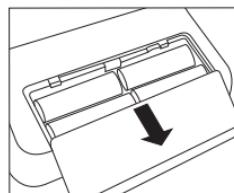

Рис. 1
- Откройте крышку отсека для батареек на нижней панели прибора (см. рис. 1). Установите батарейки (см. главу 13 Технические характеристики). При установке батареек обязательно соблюдайте правильную полярность («+» и «-»). Закройте крышку отсека для батареек. На дисплее будут мигать надписи **12 h** или **24 h**. Установите дату и время в соответствии с приведенными ниже указаниями.